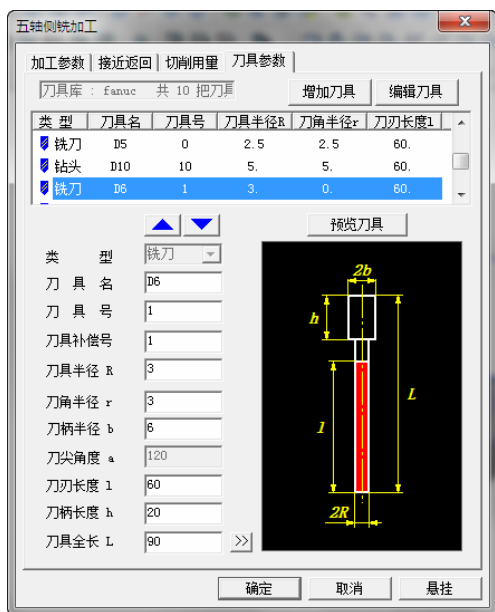

图 8-278 “刀具参数”选项卡
4) 单击“刀具参数”选项卡,选择刀具名称为 D6 球铣刀,D 代表刀具直径。具体“刀具参数”数值如图 8-278 所示。